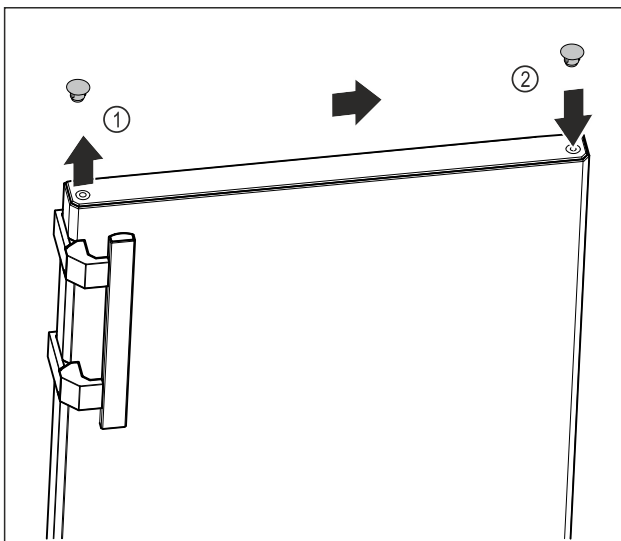

Fig. 18
- ▶ Tõstke ukse üla külje kattedkorgid Fig. 18 (1) ettevaatlikult lapikkruvikeerajaga üles.
- ▶ Pange kattedkorgid vastasküljel sisse. Fig. 18 (2)